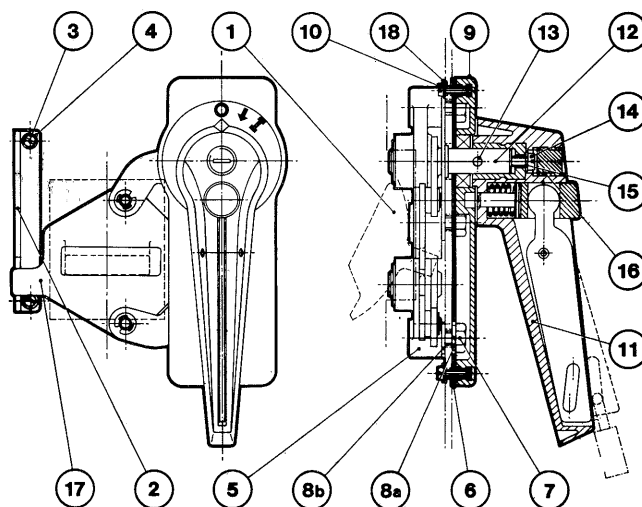

Fig. 25
9.7. **Comando a maniglia rotante rinviato con blocco portella** (fig. 25) a richiesta può essere dotato di dispositivo blocco a lucchetti (max 3 lucchetti con gambo da 6 mm.)
- a - smontare il coperchio dell'interruttore (§ 5.2.) e sostituire la maniglia originale con una più corta (1) compresa nella fornitura dell'applicazione
- c - montare sul coperchio dell'interno la squadretta (2) come in figura tramite le viti (3) con le rosette (4)
- f - introdurre nel foro della portella il gruppo di rinvio (5) completo di guarnizione (6) e fissarlo servendosi delle viti (7) con le rosette elastiche (8a) e le rosette piane (8b)
- g - montare all'esterno la mostrina (9) servendosi delle viti (10) con rosette (18)
- h - montare la maniglia (11) sull'albero (12) curando che la spina (13) vada ad alloggiare nella rispettiva cava
9.7. **Rotary handle mechanism with door interlock** (fig. 25)